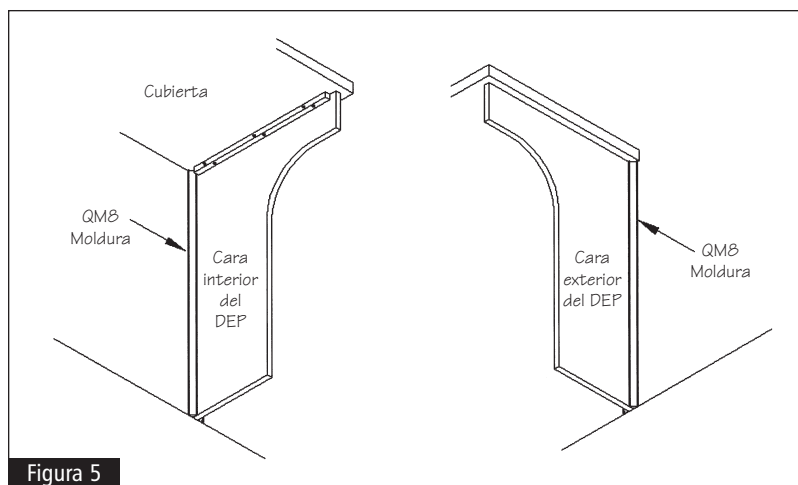

Figura 5
- 4** A fin de garantizar que la fijación sea firme, ajuste y fije una pieza del QM8 dentro de la moldura de esquina en ambos lados del DEP con clavos para acabado. Vea la figura 5.